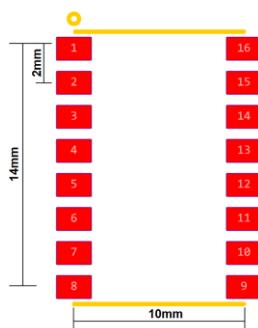

图 2 SMD 2.0 16 封装设计图
在嘉立创 EDA 专业版环境下新建一个封装，将其命名为 SMD\_2.0\_16，按照图 2 给出的尺寸设计封装，设计完成后保存封装。
- 按照图 2 排列 1-16 引脚顺序，整体封装不可以旋转。